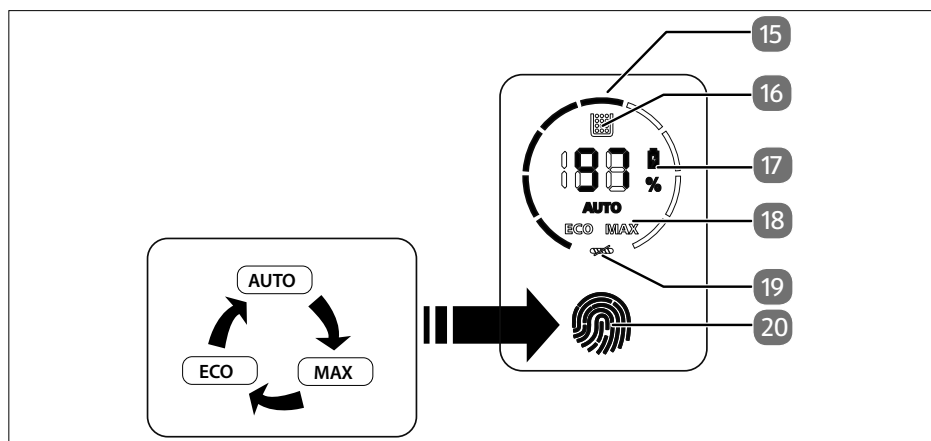

Fig. 2
- ▶ Mettez l'aspirateur en marche en appuyant sur l'interrupteur marche/arrêt (21) et en le maintenant enfoncé. Verrouillez l'interrupteur marche/arrêt en appuyant sur le bouton de verrouillage (22).
- ▶ Touchez le panneau de commande (20) pour régler le mode de fonctionnement **AUTO**, **MAX** ou **ECO**. La puissance respective du moteur est indiquée sur le panneau d'affichage (15) (voir fig. 2).